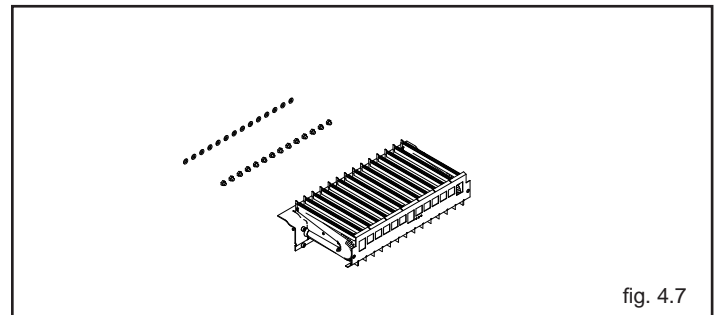

fig. 4.7
- utilizzando una chiave a tubo o a forchetta, rimuovere gli ugelli e le ranelle e sostituirli con quelli presenti nel kit (fig. 4.7).